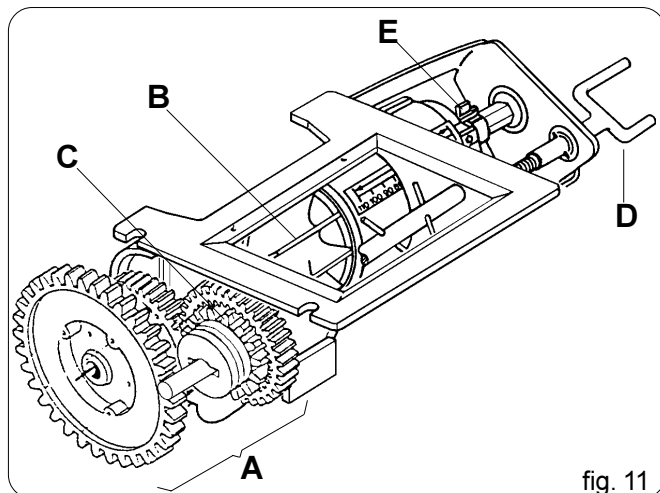

fig. 11
Il dosatore (fig. 11), organo principale per il funzionamento della seminatrice, è posizionato sotto il serbatoio delle sementi. Riceve il moto dalla ruota di trasmissione per mezzo di ingranaggi (con rapporto proporzionale alla larghezza di lavoro) e catene. Composto da un cambio (A Fig. 11), permette due rapporti di trasmissione al rullo distributore (B) variando la posizione della ruota dentata rossa (C). Nella posizione «N», il rapporto al cambio è di 1:1 dettato dalla coppia di ruote dentate Z19; spostando la ruota (C) in «M», il rullo distributore dimezzerà i propri giri, in quanto la trasmissione viene composta dalla ruota motrice rossa Z14 e ruota condotta Z28.
The doser (fig.11) the most important part for seeder operation, is located underneath the seed hopper. Motive power is transmitted to it by the drive wheel through gears (with ratios proportional to the width of the work to be carried out) and chains. Thanks to a gearbox (A fig. 11) it allows the distributor roller (B) to operate with two gear ratios, by changing the position of the red toothed wheel (C). In position "N", the gear ratio is 1:1, as imposed by the pair of toothed wheels Z19; when the wheel (C) is shifted to the "M" position, the distributor wheel halves the number of revolutions, as the drive is then composed of the red drive wheel Z14 and the drawn wheel Z28.
Der Dosierer (Abb. 11) ist die wichtigste Vorrichtung für den Betrieb der Sämaschine und ist unter dem Saatgutbehälter angebracht. Er wird mittels Zahnrädern (deren Verhältnis proportional zur Arbeitsbreite ist) und Ketten vom Treibrad angetrieben. Der Dosierer besteht aus einem Getriebe (A Abb. 11), das zwei Übersetzungen des Zahnrads (B) ermöglicht, indem die Position des roten Zahnrads (C) verändert wird. In der Stellung "N" beträgt das Getriebeverhältnis 1:1 und wird durch das Zahnradpaar Z19 realisiert. Wenn das Rad (C) auf "M" verstellt wird, halbiert das Zahnrad seine Drehzahl, da der Antrieb in diesem Fall aus dem roten Treibrad Z14 und dem angetriebenen Rad Z28 zusammengesetzt ist.
Le doseur (cf. fig. 11), l'organe principal pour le fonctionnement de l'élément semeur, est placé sous le réservoir des semences. Il reçoit le mouvement de la roue de transmission par le biais d'engrenages (avec rapport proportionnel à la largeur du travail) et par des chaînes. Le doseur est composé d'une boîte à vitesses (cf. A fig. 11) qui permet deux rapports de transmission au rouleau de distribution (B) en variant la position de la roue dentée rouge (C). En position "N", le rapport est de 1:1 donné par le couple de roues dentées Z19; si l'on déplace la roue (C) en "M", le rouleau distributeur réduira de la moitié le nombre de ses tours puisque la transmission est composée par la roue motrice rouge Z14 et par la roue conduite Z28.
2) El dosificador (fig 11), que es el órgano principal para el funcionamiento de la sembradora, se encuentra colocado debajo del tanque de las semillas. Recibe el movimiento de la rueda de transmisión a través de los engranajes (que tendrán una relación proporcional a la anchura del trabajo que se deberá efectuar) y de las cadenas. Consta de un cambio (A Fig. 11), permite dos relaciones de transmisión al rodillo distribuidor (B) variando la posición de la rueda dentada roja (C). En la posición "N", la relación con el cambio es de 1:1 dictada por el par de ruedas dentadas Z19; colocando la rueda (C) en "M", el rodillo distribuidor demediará los propios giros, puesto que la transmisión será compuesta por la rueda motriz roja Z14 y la rueda conducida Z28. Al efectuar una prueba de dosificación así como viene descrito en el capítulo 3.2.3 se notará que, respecto a la prueba con la relación 1:1, la cantidad de producto distribuido resultará demediado (Véase la tabla pag.27).
La molla di blocco (E Fig. 11) permette di modificare il campo d'apertura della saracinesca e contemporaneamente la portata del rullo dosatore.
The locking spring (E fig. 11) enables the opening range of the gate to be modified which, in turn, modifies the capacity of the dosing roller at the same time.
Die Sperrfeder (E Abb. 11) ermöglicht es, den Öffnungsbereich des Schiebers und gleichzeitig den Durchsatz der Dosierrolle zu verändern.
Le ressort de blocage (cf. E fig. 11) permet de modifier l'ouverture de la vanne et, en même temps, le débit du rouleau doseur.
El resorte de bloqueo (E Fig. 11) permite modificar el campo de abertura de la persiana y simultáneamente la capacidad del rodillo dosificador.